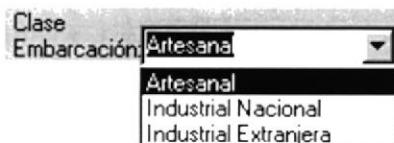

Figura 11.14 Clase de embarcación
1. Escoja la clase de embarcación dando click en la flecha que esta en el casillero que esta a lado de la opción (ver figura 11.14).